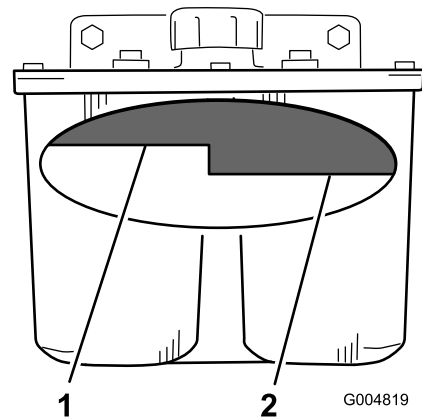

Figure 83
3. Nettoyez la surface autour du goulot de remplissage du réservoir hydraulique (Figure 83).
4. Enlevez le bouchon du goulot de remplissage et vérifiez qu'il ne reste plus de liquide dans le réservoir en regardant à l'intérieur (Figure 83).
- Remarque:** Lorsque l'huile est chaude, le niveau de liquide doit atteindre le haut du repère « à chaud » sur le déflecteur (Figure 83).